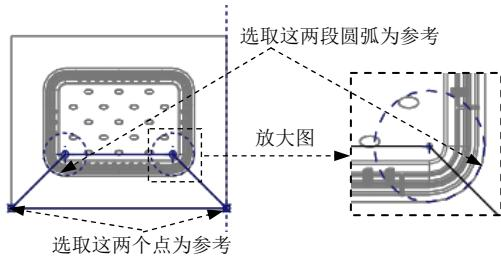
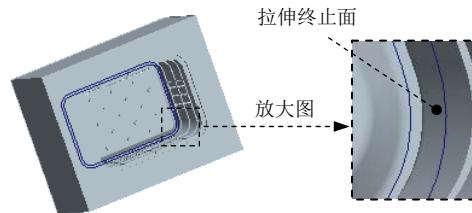
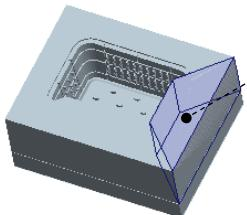

图 16.17 截面草图
图 16.18 定义拉伸终止面
图 16.19 创建拉伸曲面 2
(3) 进入草绘环境后，选取图 16.17 所示的点和圆弧边线为草绘参考，然后绘制截面草图，如图 16.17 所示。完成特征截面的绘制后，单击“草绘”操控板中的“确定”按钮 。
(4) 设置深度选项。
① 在操控板中选取深度类型 (到选定的)。
② 将模型调整到图 16.18 所示的视图方位，使用“从列表选取”的方法，在“从列表选取”对话框中选择 **曲面:F9(参照零件切除)** 元素，如图 16.18 所示。
③ 在操控板中单击 **选项** 按钮，在“选项”界面中选中 **封闭端** 复选框。
(5) 在“拉伸”操控板中单击 按钮，完成特征的创建。
Step5. 参考 Step4 创建图 16.19 所示的拉伸曲面 2。